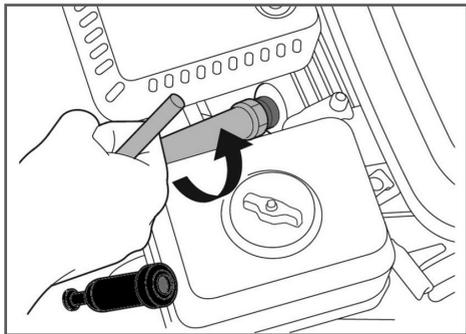

Рис. 37. Обслуживание свечи зажигания
2. Открутите свечу зажигания свечным ключом (Рис. 37).